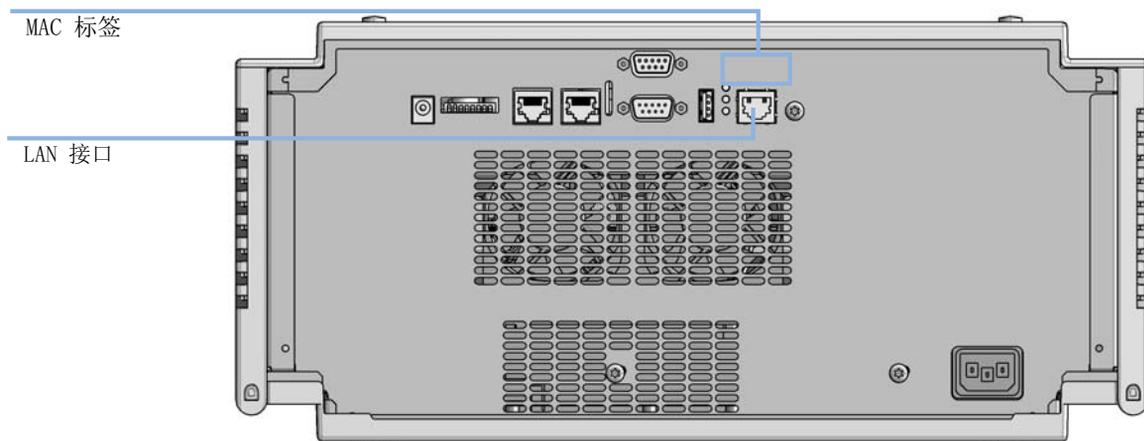

图 25 LAN 接口和 MAC 标签的位置
- 1 请记下 MAC（介质访问控制）地址以备将来参考之用。LAN 接口的 MAC 地址或硬件地址是全球唯一标识符。其他网络设备将不会使用相同的硬件地址。配置开关下方模块后部的标签上可看到 MAC 地址（请参见第 224 页的图 25）。
- 2 将仪器的 LAN 接口（请参见第 224 页的图 25）连接到